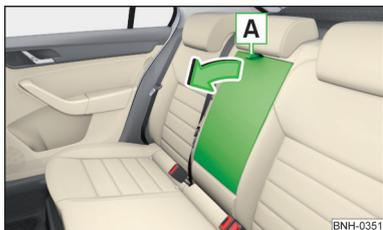

Fig. 57
- Tirar del lazo **A** » fig. 57 y abatir hacia delante el apoyabrazos en el sentido de la flecha.